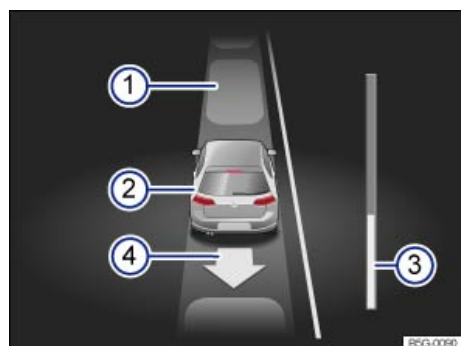

Fig. 196 En la pantalla del cuadro de instrumentos: desaparcar de un hueco en paralelo a la calzada.
Leyenda de la fig. 196:
6.	Retroceda hasta que suene la señal continua del ParkPilot O BIEN: hasta que en la pantalla del cuadro de instrumentos aparezca la solicitud de dar marcha adelante. La barra de progreso ⇒ fig. 196 ③ sirve como indicación de la distancia que hay que recorrer ⇒ página 320 .
7.	Pise el pedal del freno hasta que el sistema de aparcamiento asistido termine de girar el volante O BIEN: hasta que se apague el símbolo ④ en la pantalla del cuadro de instrumentos.